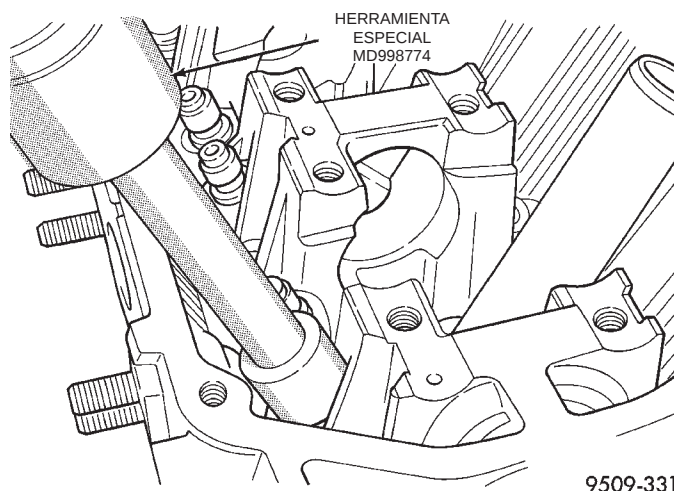

Fig. 56 Junta de vástago de válvula—instalación
(2) Con la herramienta especial MD-998774, instale la junta de válvula golpeando con un martillo suavemente hasta que la junta quede en su sitio (Fig. 56).